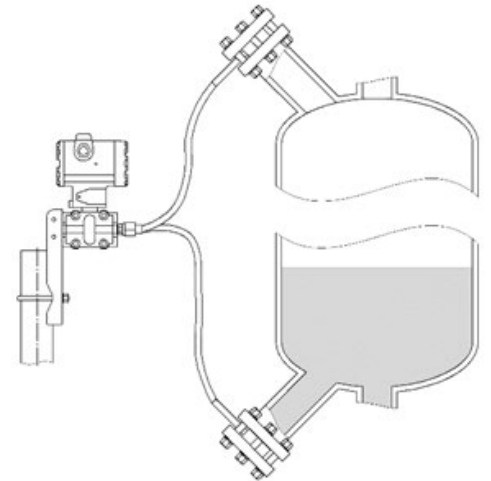

Рисунок 11 – Схема монтажа датчика измерения уровня
**3.2.15** Датчик измерения уровня необходимо располагать в самой нижней точке измерения. Не допускается устанавливать датчик в потоке загружаемой среды или в месте резервуара подверженного скачкам давления (зона всасывания насоса, лопастей мешалки). Для упрощения эксплуатации датчик следует устанавливать за отсечным устройством. Примеры монтажа представлены на Рисунок 11. После монтажа необходимо обязательно обнулить датчик при пустой емкости.